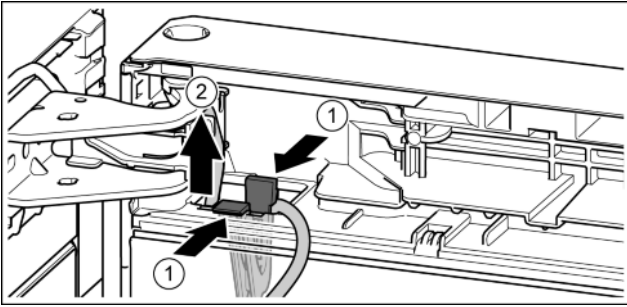

Fig. 20
- ▶ Притисніть накладку. *Fig. 20 (1)*
- ▶ Витягніть тримач кабелю із зафіксованим в ньому кабелем. *Fig. 20 (2)*